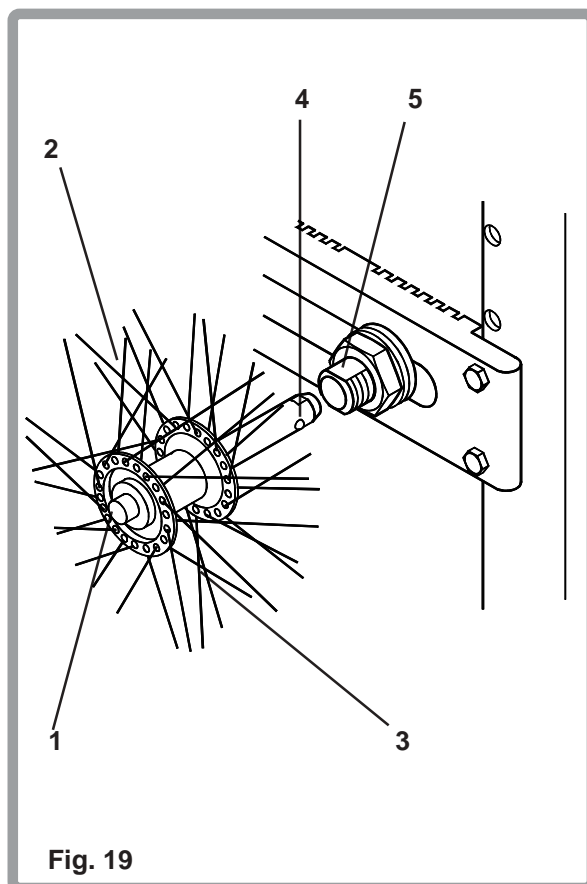

Fig. 19
Pour retirer les Axes à déverrouillage rapide (Fig. 19) appuyer sur l'axe à déverrouillage rapide (1) situé sur l'axe avec votre pouce tout en tenant la roue par les rayons (2) entourant le moyeu (3). Tout en maintenant le bouton enfoncé et en tenant fermement la roue, retirer l'axe et le moyeu ensemble.